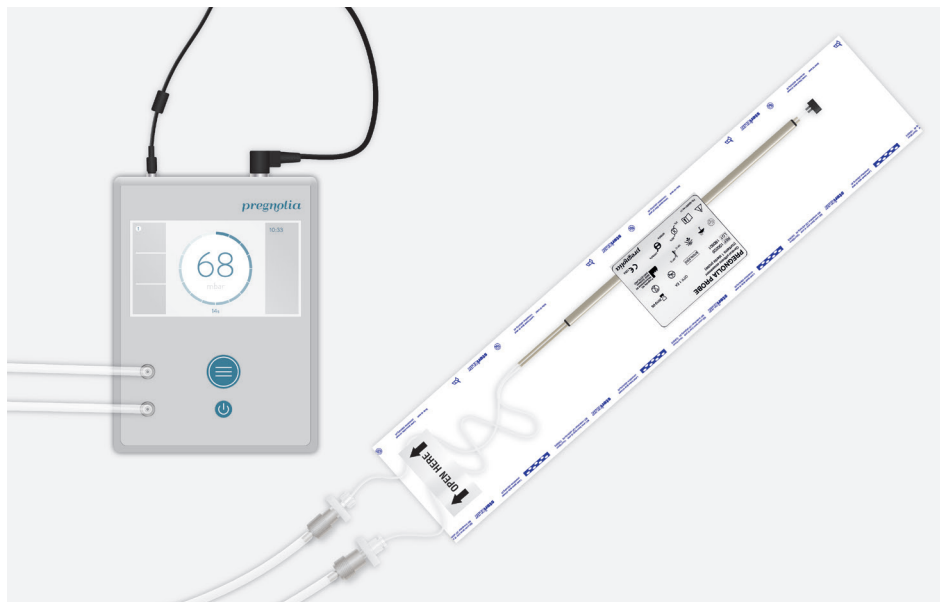

FIGURA 15: Passaggio 3. Collegare i filtri al tubo di connessione, lasciando la sonda all'interno della confezione sterile.
- 3) Collegare i filtri al tubo di connessione, lasciando la sonda all'interno della confezione sterile (FIGURA 15).